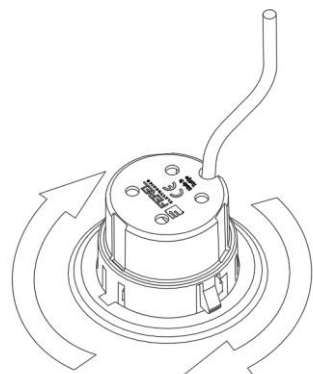

Рисунок 13
2. Придерживайте лампу за корпус и поверните 2 фиксирующих выступа на лампе по часовой стрелке или против часовой стрелки, чтобы они совпали с зазорами на панели освещения. После того, как фиксирующие выступы совпадут с зазорами, удерживайте лампу за корпус и выньте ее. **(Рисунок 13)**